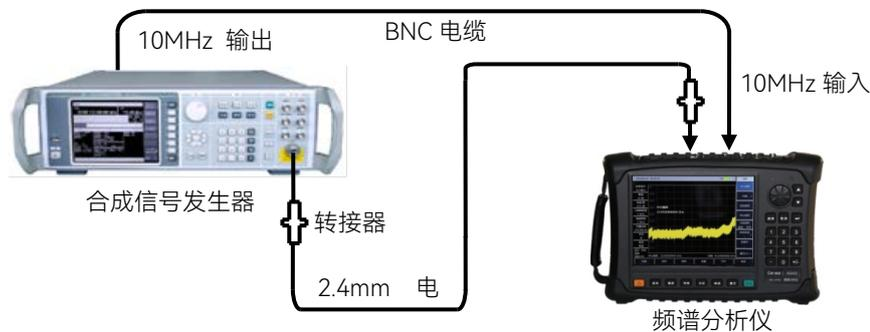

图 14.18 输入衰减器转换不确定度测试设置
- 按图 14.18 连接测试设备, 合成信号发生器 1464 为频谱分析仪提供频率参考。
8) 如图 14.18 连接测试设备，选择合适的转接器，信号发生器 1464 为频谱分析仪提供频率参考。4024A/B/C 频谱分析仪参照步骤 1~7 分别测试 50MHz 和 6GHz 两个频率点的衰减器切换不确定度指标并记录至《4024 频谱分析仪记录表》中。